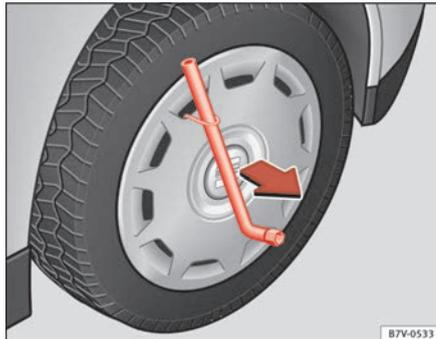

Abb. 188 Radvollblende abziehen.
- Radschlüssel durch den Drahtbügel schieben ⇒ Abb. 188 und die Radvollblende in Pfeilrichtung abziehen.